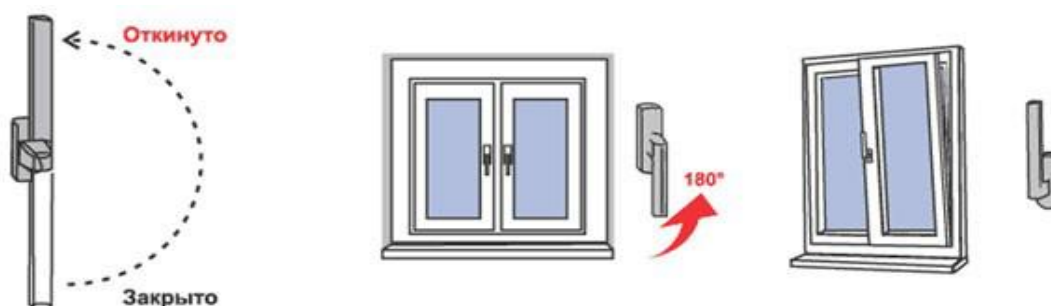

Рис. 2
5. Для перевода створки из закрытого положение в откидное – поворот створки относительно нижней горизонтальной оси (положение «Откинута» на Рис.2) – ручку поворачивают вертикально на 180 градусов вверх, при повороте ручки, закрытую створку прижимают к раме другой рукой (чуть выше ручки), затем, потянув за ручку, поворачивают створку относительно нижней горизонтальной оси на заданный изготовителем угол (откидной режим).